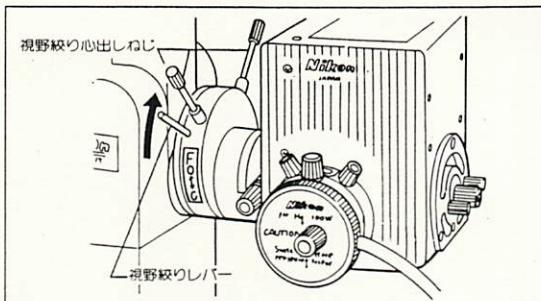

図14
- 2) 視野絞りレバーを(0)の方向に回して視野絞りを全開にします。(図14)
は、視野絞り心出しねじ(図14参照)でほぼ同心